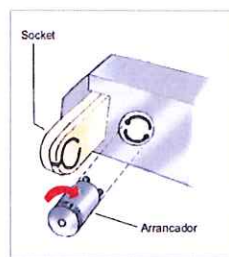

Fig. 8
4. Para llegar hasta el arrancador, retire el tubo. El receptáculo del arrancador está fijado en la base del tubo (madera o metálico). Para desmontar el arrancador, sostenga el receptáculo y gírelo en 90° grados hasta dejar libres los terminales. Luego desencájelo con mucho cuidado (Fig. 8).